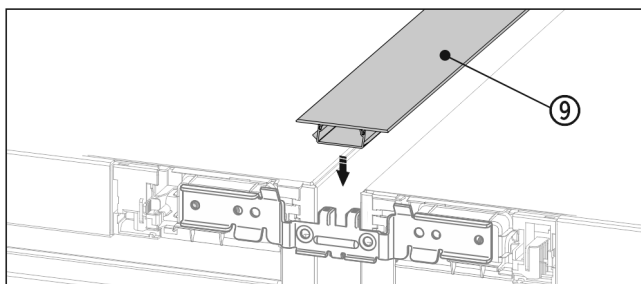

Fig. 24
- Auf der Oberseite die kurze Abdeckleiste Fig. 24 (9) in den horizontalen Spalt drücken.